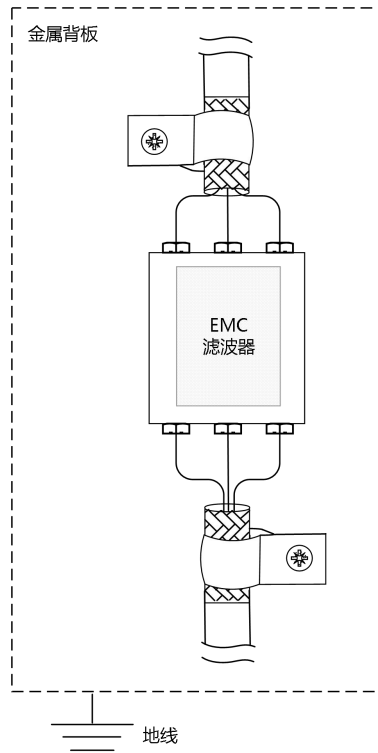

图 3-6 EMC 噪音滤波器安装示意图
- 为了抑制输入电源侧的高次谐波电流，驱动器电源输入端需连接电抗器，电抗器的安装方式请参考图 3-6；